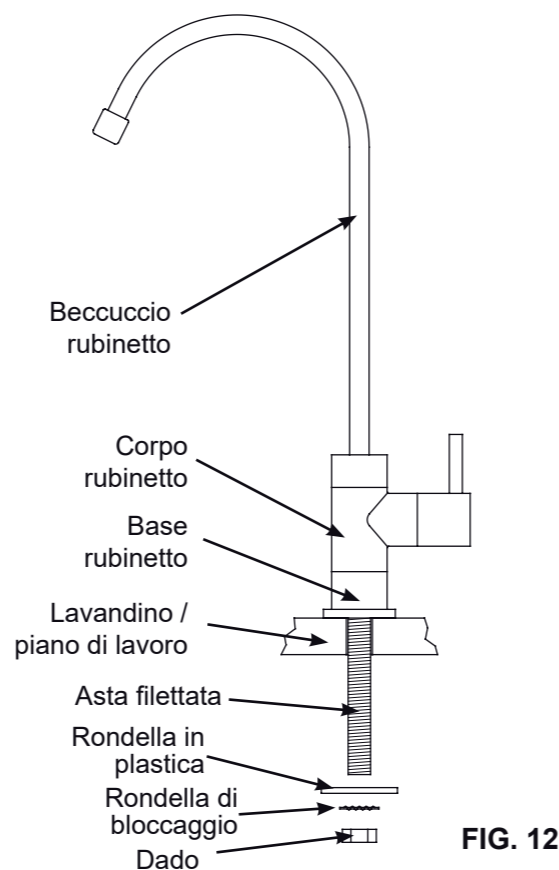

FIG. 12
Identificare e organizzare i diversi elementi che compongono il rubinetto. Cfr. Fig. 12.
3. Installate la rondella in plastica, la rondella di bloccaggio e il dado sull'asta filettata, nell'ordine indicato nelle Figure 12 e 13. Non chiudere eccessivamente il dado.